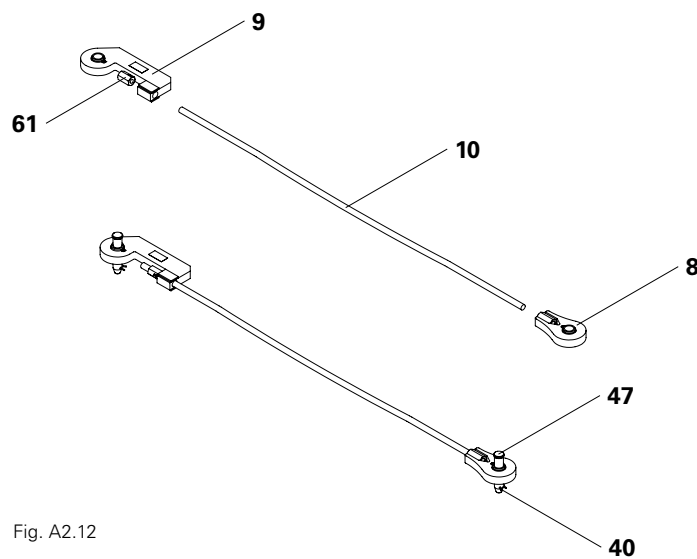

Fig. A2.12
1. Avvitare il tirante (10) nello snodo a occhio (8). (Fig. A2.12)